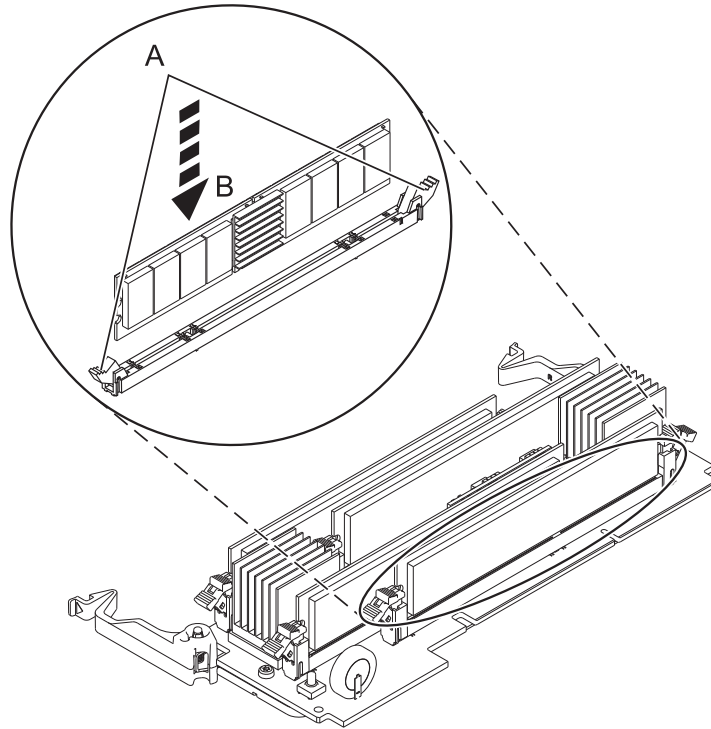

図 11. メモリー・モジュールの取り替え
12. 新しいメモリー・モジュールを取り付ける前に、25 ページの図 11 に示すように、コネクター・ロッキング・タブ (A) を押して開き、ロック解除位置にしてあることを確認します。
13. メモリー・モジュール (B) の両端を慎重につかみ、コネクターの位置に合わせます。